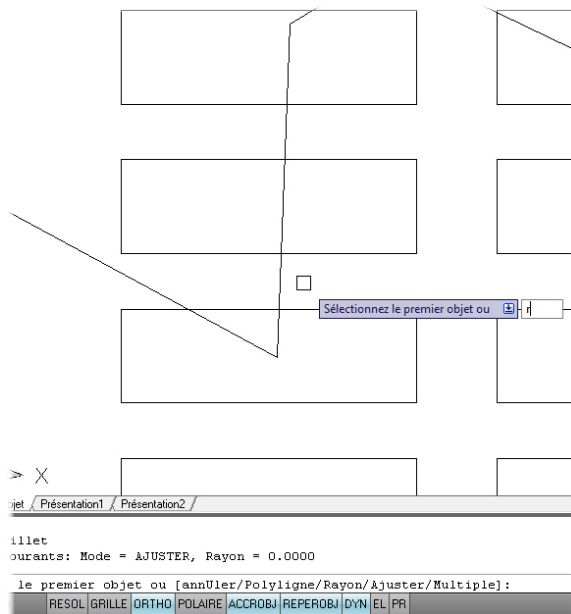

Figure 3.136
1. Activez l'outil Raccord et observez les questions que pose AutoCAD (voir Figure 3.136). Tapez **R** (pour *rayon*).